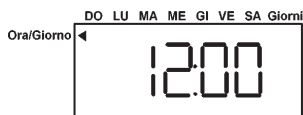

fig.10
- 2) con i tasti **↓ ↑** scorrere l'orologio per visualizzare l'ora corrente (fig. 10)